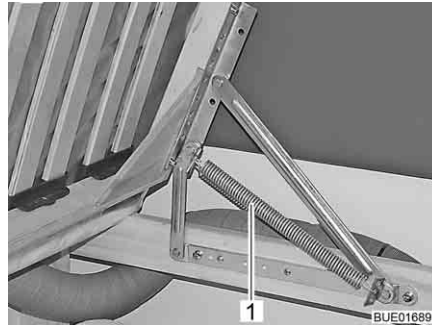

Fig. 87 Letto fisso
- Sollevare il telaio portamaterasso. Le molle (Fig. 87,1) mantengono il telaio portamaterasso in posizione di apertura.